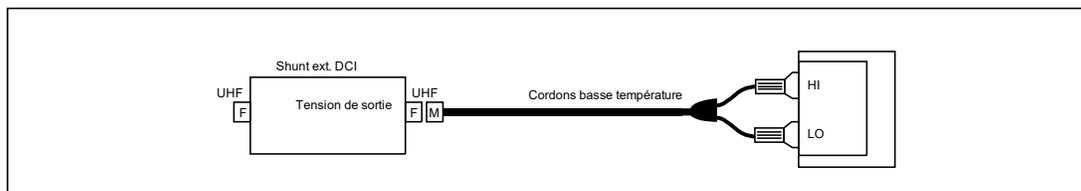

Figure 17. Branchement d'un shunt de courant continu externe
La fonction Shunt ext. DCI fournit une lecture de courant calculé pour un shunt de courant spécifié en mesurant la tension sur tout le shunt. Si les corrections du shunt sont désactivées (OFF), le courant affiché est calculé à partir de  $I = V/R$  où R est la résistance du shunt. Si les corrections sont activées (ON), le courant affiché est calculé à l'aide de la résistance parallèle du shunt et de l'impédance d'entrée de 10 M $\Omega$  de la fonction Shunt ext. DCI. Les raccordements sont simples comme indiqué à la figure 17.